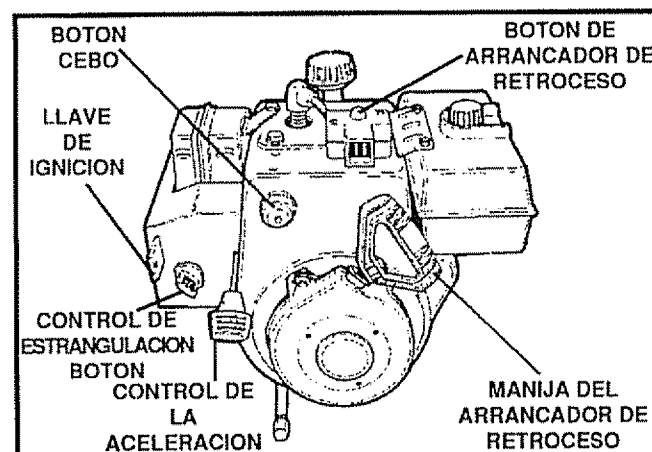

FIG. 10
- Para parar el motor, empuje la palanca de control de la aceleración a apagado (off) y hale hacia afuera (NO ROTE) la llave de ignición (Véase Fig. 10)